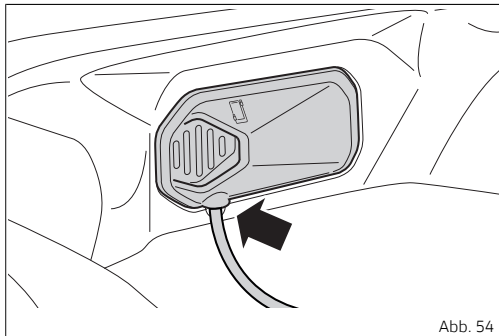

Abb. 54
Einmal geöffnet, können der USB-A-Stecker in den Anschluss (2) eingesteckt und das Kabel durch die entsprechende Öffnung nach außen geführt werden (Abb. 54 S.74).